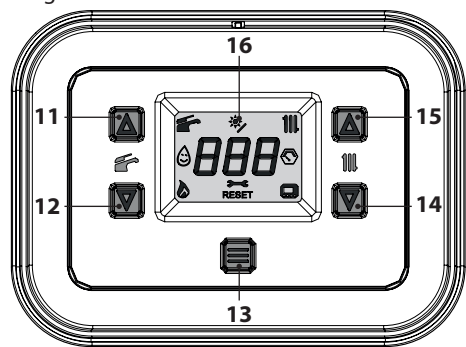

Figura 2.5
- Tenere premuto per 1 secondo il tasto 13 fino a far apparire sul display il simbolo  Figura 2.5.
La temperatura dell'acqua calda di mandata riscaldamento è regolabile agendo sui tasti 14 (diminuzione) e 15 (aumento) (Figura 2.5) da un minimo di circa 25°C ad un massimo di
Comunque se la temperatura ambiente non dovesse essere confortevole si può aumentare o diminuire la temperatura di mandata dell'impianto riscaldamento di  $\pm 15^{\circ}\text{C}$  agendo sui tasti 14 (diminuzione) e 15 (aumento) (Figura 2.5).
La temperatura dell'acqua calda sanitaria è regolabile agendo sui tasti 11 (aumento) e 12 (diminuzione) (Figura 2.5) da un minimo di circa  $35^{\circ}\text{C}$  ad un massimo di circa  $60^{\circ}\text{C}$ . Alla prima pressione di uno dei due tasti si ha la visualizzazione del valore di "set", alla seconda pressione si accede alla modifica.
Agendo sui tasti 11 (aumento) e 12 (diminuzione) (Figura 2.5) si modifica la temperatura dell'acqua di mandata al serpentino del bollitore. Alla prima pressione di uno dei due tasti si ha la visualizzazione del valore di "set", alla seconda pressione si accede alla modifica.